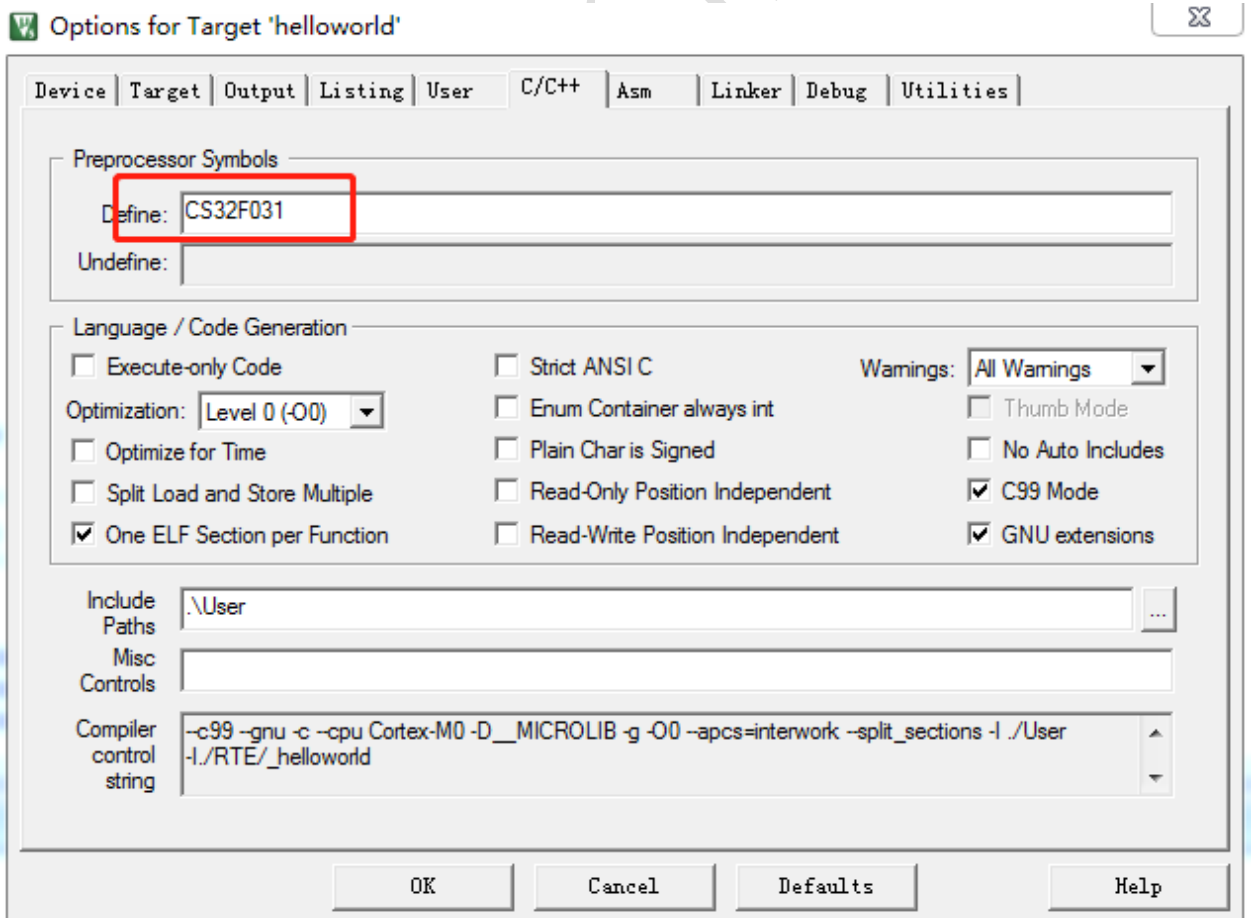

图 5.4 定义宏
- ◆ 增加预定义宏 CS32F031（具体操作是在 Define 选项框中粘贴 CS32F031 如图 5.4，具体情况请根据相应的系列定义相应的宏）